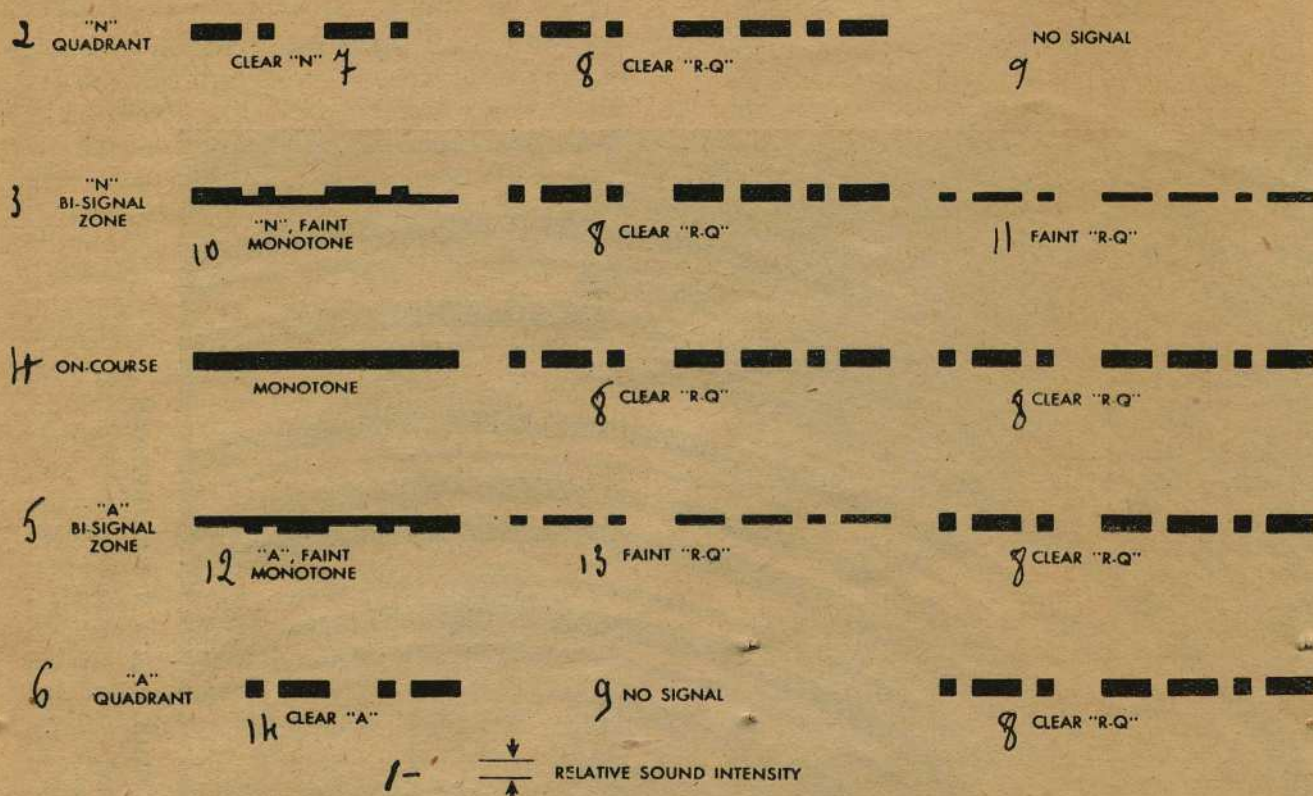

FIGURE 11. — LES SIGNAUX
d) Comme la gamme des fréquences de radio-diffusion civile, la gamme des fréquences aéronautiques (200 à 400 kilocycles), est utilisée par un grand nombre de stations, et il est impossible d'éviter quelques interférences. Pour supprimer tout danger d'erreur, chaque station possède un signal d'identification composé de deux ou trois lettres. Par exemple, sur la Figure 10, ce signal est R.Q. Si un pilote accorde son récepteur sur la fréquence de l'émetteur et qu'il entend .-. ---, il saura, d'une façon certaine, qu'il est à l'écoute du radio-phare du terrain de Randolph. Comme il est dit plus haut, l'émission des signaux A et N est interrompue chaque demi-minute par l'émission des signaux d'identification. Ces signaux sont aussi transmis alternativement par les deux systèmes d'antenne. D'abord, par les antennes N, ensuite par les antennes A. Sur la route, le pilote entendra deux séries de signaux d'identification, mais, dans la zone aux deux signaux, l'une ou l'autre de ces séries de signaux d'identification prédominera. Dans la partie du quadrant où l'on entend seulement un N clair, on ne remarquera qu'une série de signaux suivie d'une pause. (Voir Figure 11.) (Dans la zone aux deux signaux, la force relative des deux séries d'identification permettra d'apprécier la distance à l'axe.)